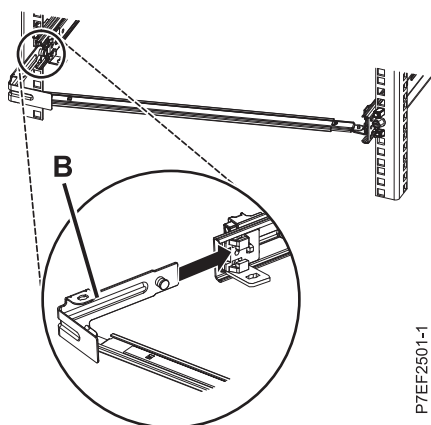

Figura 12. Tendido de la patilla e instalación de la abrazadera en el riel deslizante
- Conecte la pieza de sujeción de tope de portacables **(B)** a la ranura en la parte interior del lado izquierdo deslizando la pieza de sujeción de tope **(B)** en el riel deslizante hasta que el pestillo accionado por resorte quede fijado. Para obtener detalles, consulte la Figura 12 en la página 10.